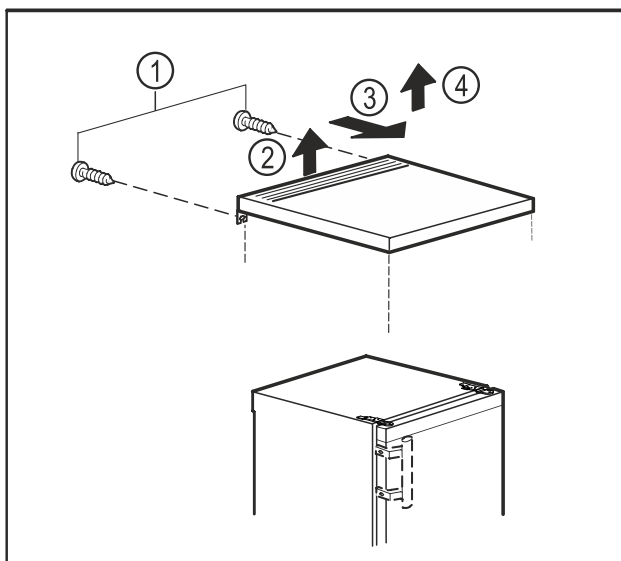

Fig. 10
- ▶ Отстранете винтовете от задната страна. Fig. 10 (1)
- ▶ Повдигнете плота на масата отзад. Fig. 10 (2)
- ▶ Преместете плота на масата напред. Fig. 10 (3)
- ▶ Свалете плота на масата нагоре. Fig. 10 (4)